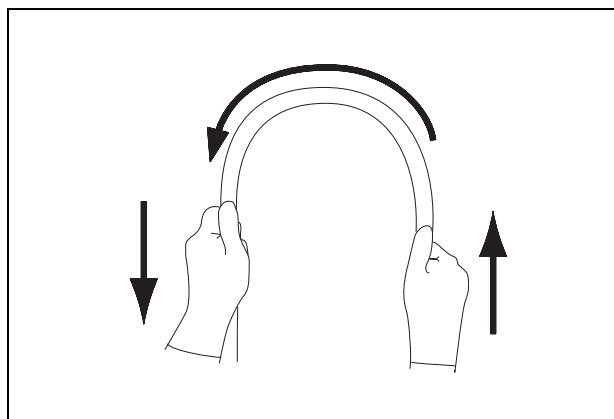

Рис. 3.3
5. Двумя руками сверните вводимую трубку эндоскопа в полукольцо. Затем передвигая руки в направлении, указанном стрелками на Рис. 3.3, убедитесь в том, что вводимая трубка по всей длине легко сгибается в полукольцо и что вводимая трубка пластична.